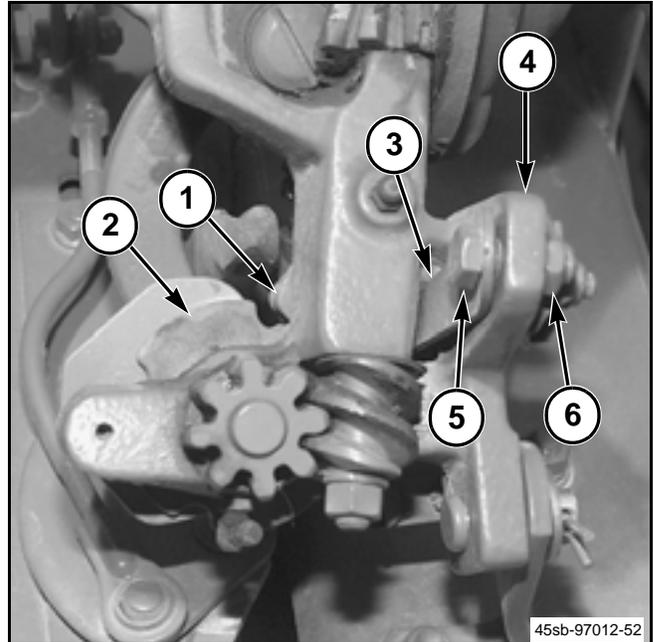

FIG. 44
FIG. 44: El portacordel (1) mantiene al cordel en el disco del cordel (2). El portacordel opera bajo la presión aplicada por un resorte plano (3). El resorte plano está conectado al bastidor del cabezal del anudador (4) por un tornillo de ajuste (5) para variar la presión del resorte. Una contratuerca (6) traba el tornillo de ajuste en su posición.